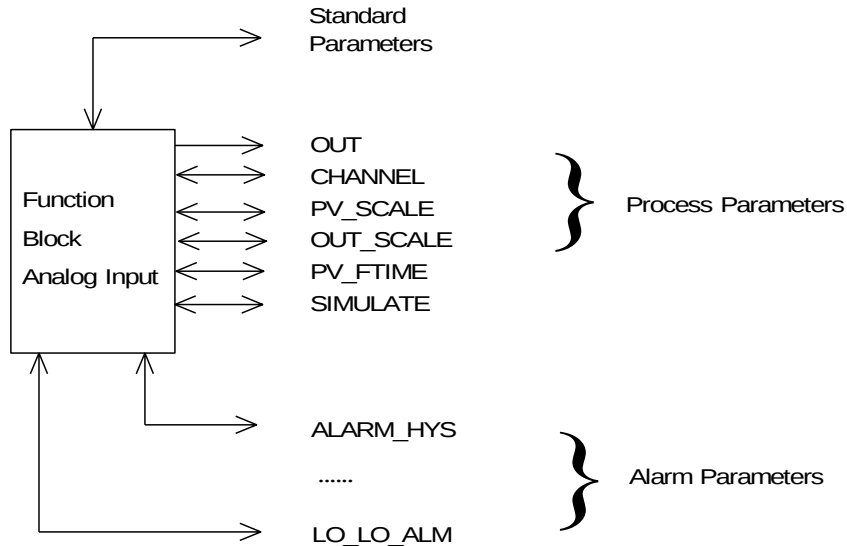

Figure 2.3-1 Summary of the parameter of Analog Input Function Block
アナログインプット (AI) ファンクションブロック (FB) は発信器の機能を表します。Figure 2.3-1 に、アナログインプットファンクションブロック中のパラメータを示します。